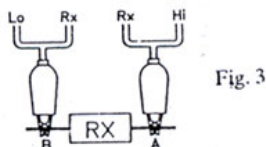

Fig. 3
- 6-3. 然後如下圖 (Fig. 3) 兩點連接法去測量未知電阻RX。